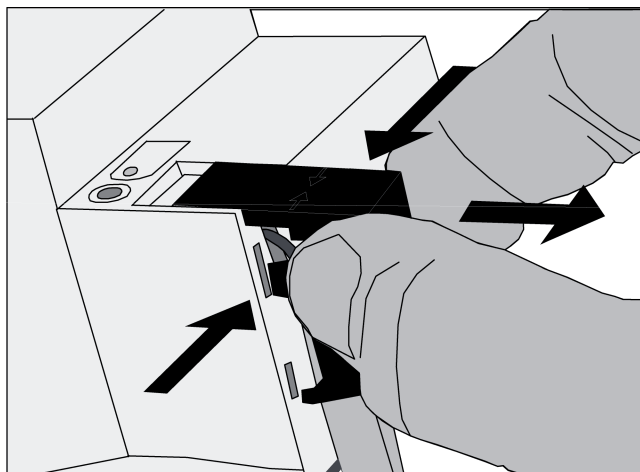

Figura 7: Rimozione della calotta di copertura
- Premere la calotta di copertura sul lato e rimuoverla (figura 7).